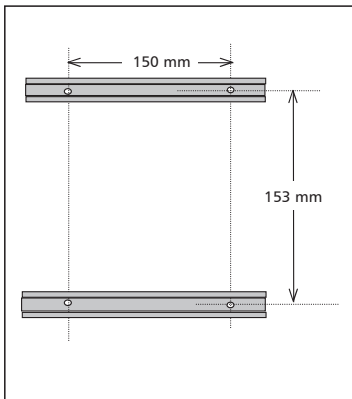

Fig. 1
- 1** ▶ Bevestig twee DIN rails zoals aangegeven in fig. 1. De positie van de onderste DIN rail kan ook bepaald worden door twee omvormers eerst alleen aan de bovenst rail te hangen.